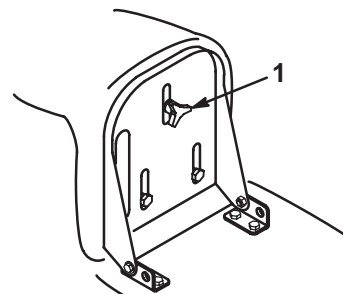

Bild 4
1. Heben Sie den Sitz an und lösen Sie das Einstellrad (Bild 4).